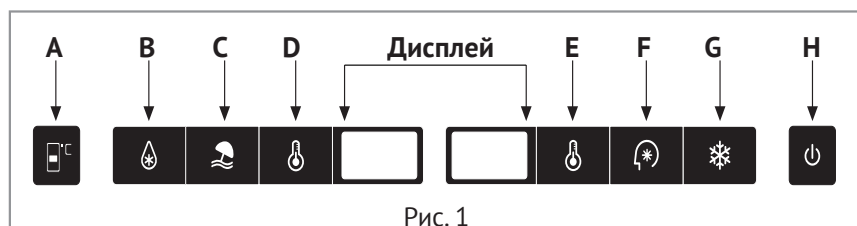

Рис. 1
Чтобы облегчить обслуживание или чистку, прибор оснащен режимом принудительного размораживания, который можно активировать, коснувшись и удерживая кнопок A и C на рис. 1 в течение примерно 3 секунд. Датчик регулировки температуры холодильника (A) будет мигать, подтверждая, что функция принудительного размораживания активна. Эта функция должна автоматически отключиться, как только температура морозильной камеры достигнет значения от 10 до 12°C.